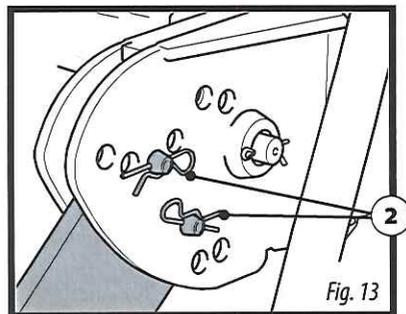

Fig. 13
- 3- Coloque los 2 bulones (nº 2, fig. 13) de los rodillos laterales en los orificios que se marcan en la figura para bloquear su movimiento.